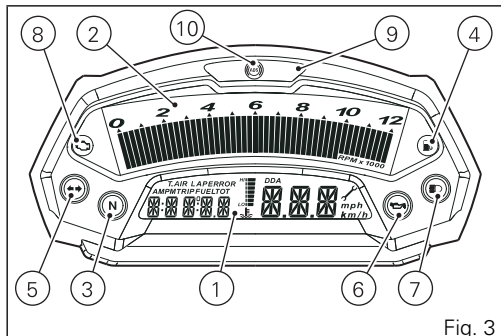

Fig. 3
7) HIGH BEAM LIGHT  (BLUE)(Fig. 3).
(AMBER YELLOW)(Fig. 3).
9) OVER REV LIMITER WARNING LIGHTS (Fig. 3).
10) ABS LIGHT (AMBER YELLOW)(Fig. 3).